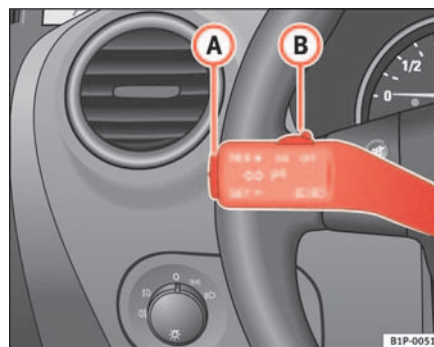

Abb. 124 Blinker- und Fernlichthebel: Schalter und Wippe für GRA
- Drücken Sie den oberen Teil der Wippe **RES+** ⇒ Abb. 124 **A**, um die Geschwindigkeit zu erhöhen. Solange Sie die Wippe gedrückt halten, beschleunigt das Fahrzeug. Sobald Sie die Wippe loslassen, wird die neue Geschwindigkeit gespeichert.
Wenn Sie die gespeicherte Geschwindigkeit durch Treten des Bremspedal verringern, ist die Regelung der gespeicherten Geschwindigkeit ausgeschaltet. Sie können durch einmaliges Drücken des oberen Teils der Wippe **RES+** ⇒ Abb. 124 **A** die Regelung wieder aufnehmen.